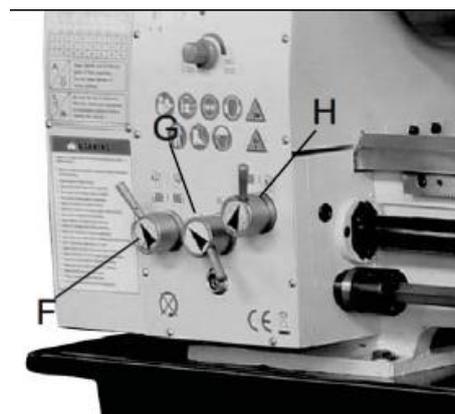

Рис. 12
4. Переключатель выбора направления подачи (F, рис. 12)
5. Переключатель выбора скорости подачи (G, Рис. 12)
6. Переключатель выбора подачи/вращения (Н, Рис. 12)